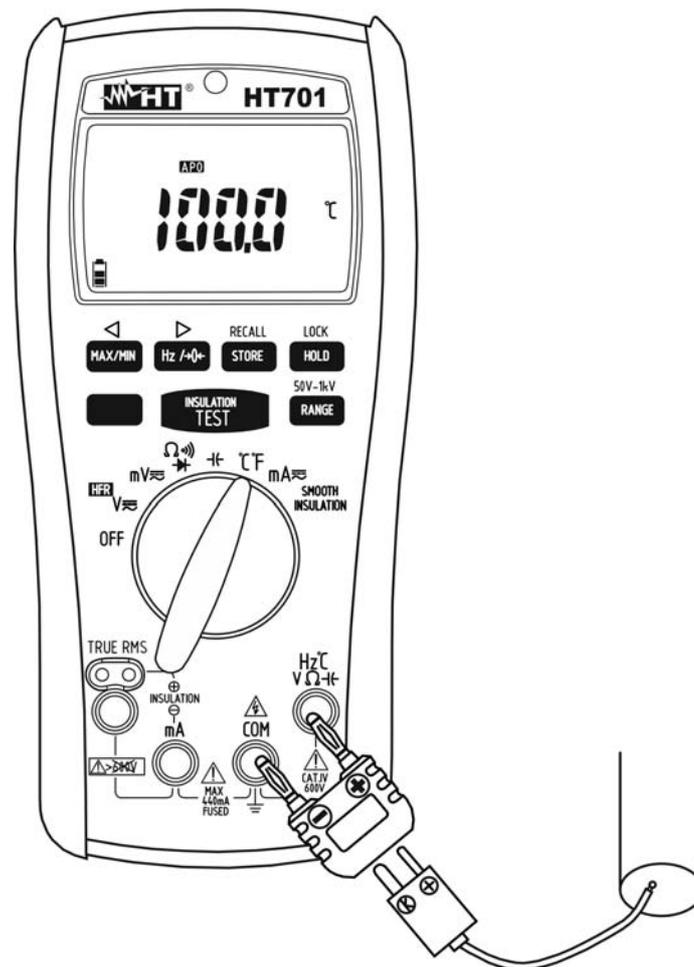

Abb. 9: Verwendung des Gerätes für Temperaturmessung
3. Verbinden Sie den mitgelieferten Adapter in die Eingangsbuchsen **Hz°C/V/Ω/Hz** und **COM** und dabei achten Sie auf die rote und schwarze Farbe (siehe Abb. 9)